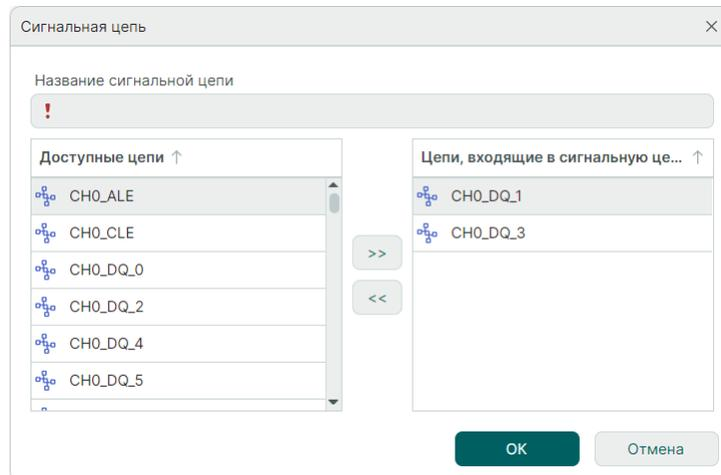

Рис. 352 Назначение сигнальной цепи
3. В окне «Сигнальная цепь» в списке «Цепи, входящие в сигнальную цепь» отображаются предопределенные цепи, см. Рис. 352.